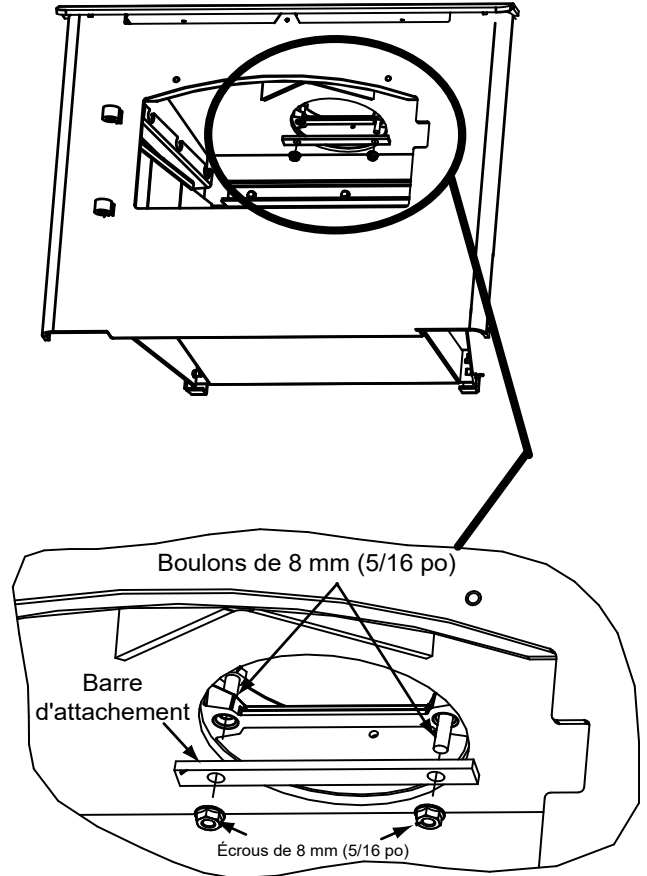

Figure 19.3
1. Une fois l'appareil en place et fixé, atteignez et saisissez la barre de fixation à travers l'ouverture de la cheminée et tirez-la vers le bas à l'intérieur de l'ouverture de la cheminée (**Figure 19.3**).